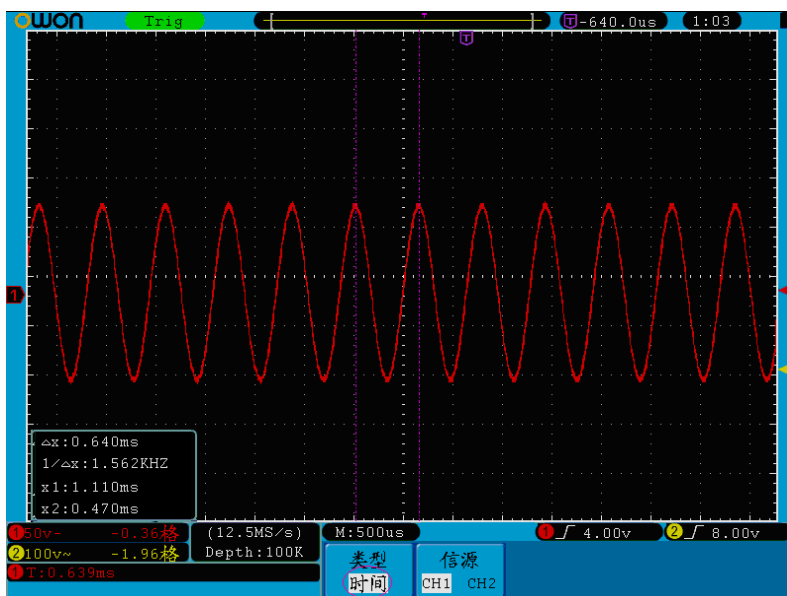

图 5-62: 时间光标测量波形
4. 根据被测波形，分别转动两个通道的 **垂直位置** 旋钮调整光标1、光标2的位置，位于波形左下方的光标增量窗口显示两光标的时差及频率和两光标当前的时间。见图 5-62：